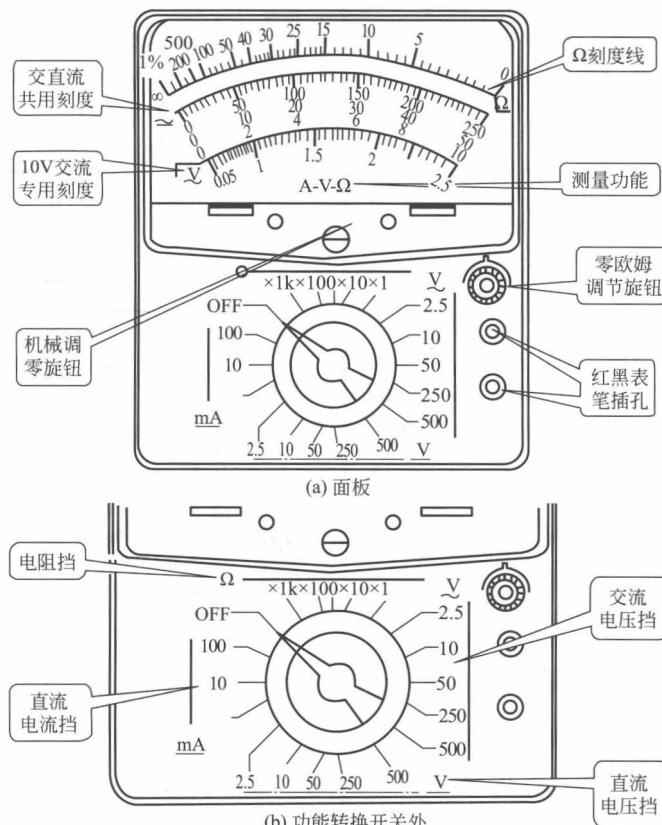

图 1-4 指针式万用表的面板及功能转换开关
② 指针式万用表的面板如图 1-4(a) 所示。它主要由表盘、机械调零旋钮、零欧姆调节旋钮、转换开关、表笔插孔等组成。表头上的表盘印有多种图形、符号，并且还有多条刻度线和数值。
③ 功能转换开关（又称量程选择开关，简称量程开关）如图 1-4(b) 所示，它是一个多挡位的旋转开关，用来选择检测项目和量程（或倍率）。有些万用表采用两个转换开关，分别为量程选择开关和项目（功能）选择开关。